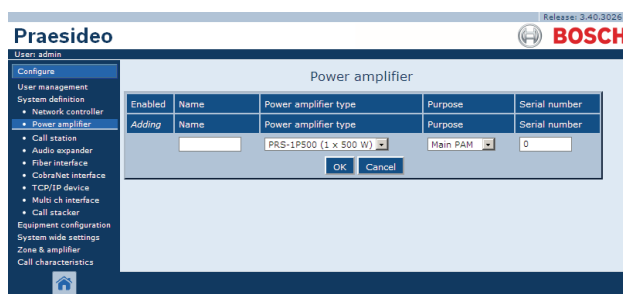

Abb. 42.5: Neue Endstufe hinzufügen, Schritt 2
- 2 Klicken Sie auf die Schaltfläche *Add*, um der Anlage eine Endstufe hinzuzufügen. Im Mainframe der webbasierten Benutzeroberfläche erscheint ein Bildschirm, der dem in Abb. 42.5 ähnelt.